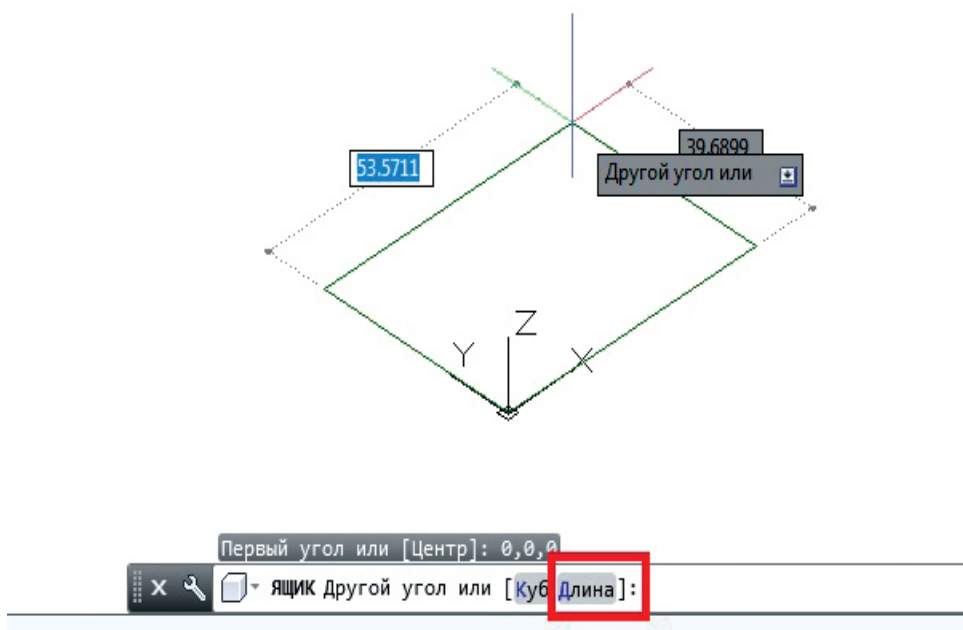

Рис. 55. Построение параллелепипеда
**1 способ.** Установим слой *тонкая*, ЛКМ по кнопке **Ящик** и в командную строку (рис. 55) введем 0,0,0 — курсор привяжется к началу координат → покажем направление мышкой вправо вверх, выберем ЛКМ **Длина** → **Enter**, введем 100 → **Enter** ↵ **Ширина** введем 80 → **Enter** ↵ **Высота** — 50 → **Enter**.